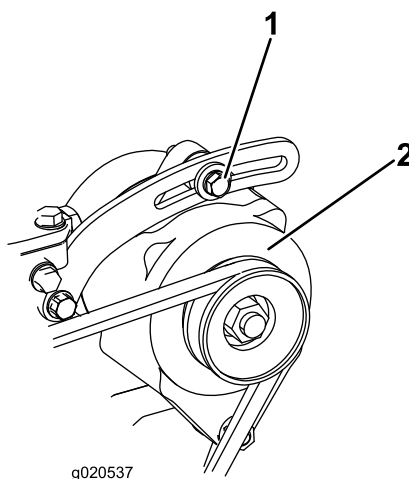

Figure 85
Vérifiez l'état et la tension de la courroie (Figure 85) toutes les 100 heures de fonctionnement.
2. Si vous n'obtenez pas une flèche de 10 mm ($\frac{3}{8}$ po), desserrez les boulons de fixation de l'alternateur (Figure 85). Augmentez ou diminuez la tension de la courroie et resserrez les boulons. Contrôlez de nouveau la flèche de la courroie pour vérifier si la tension est correcte.